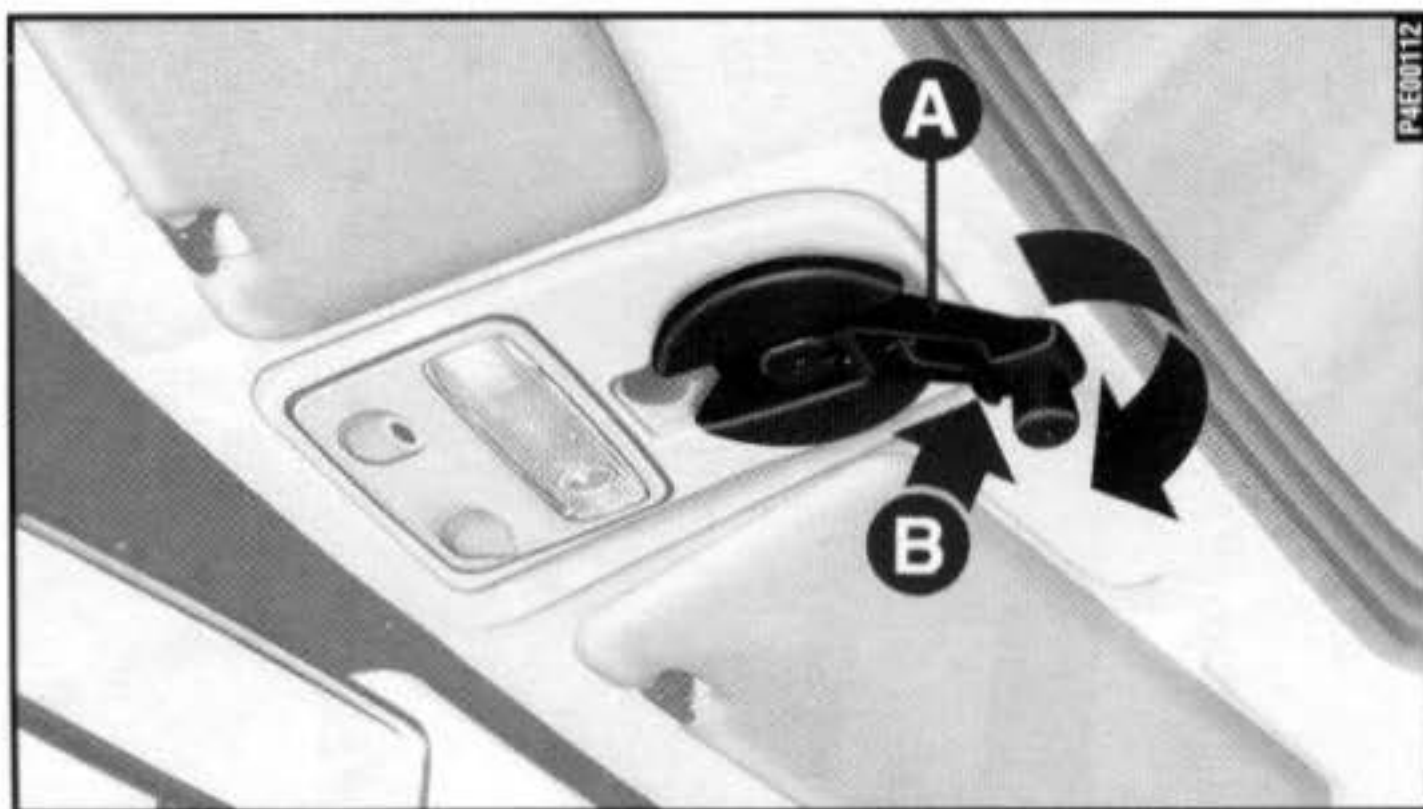

fig. 57
1) Tirar a manivela de comando **A-fig. 57** da respectiva sede até ouvir o clique de bloqueio.
1) Rodar a manivela de comando **A-fig. 57** em sentido anti-horário até fechar completamente o teto.